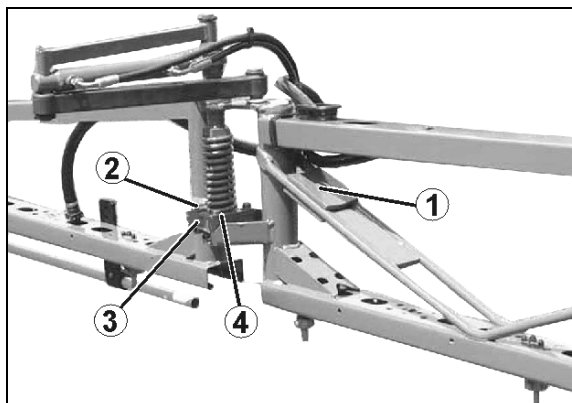

Fig. 170
1. Desfaceți contrapiulița șurubului de reglaj (Fig. 170/1).